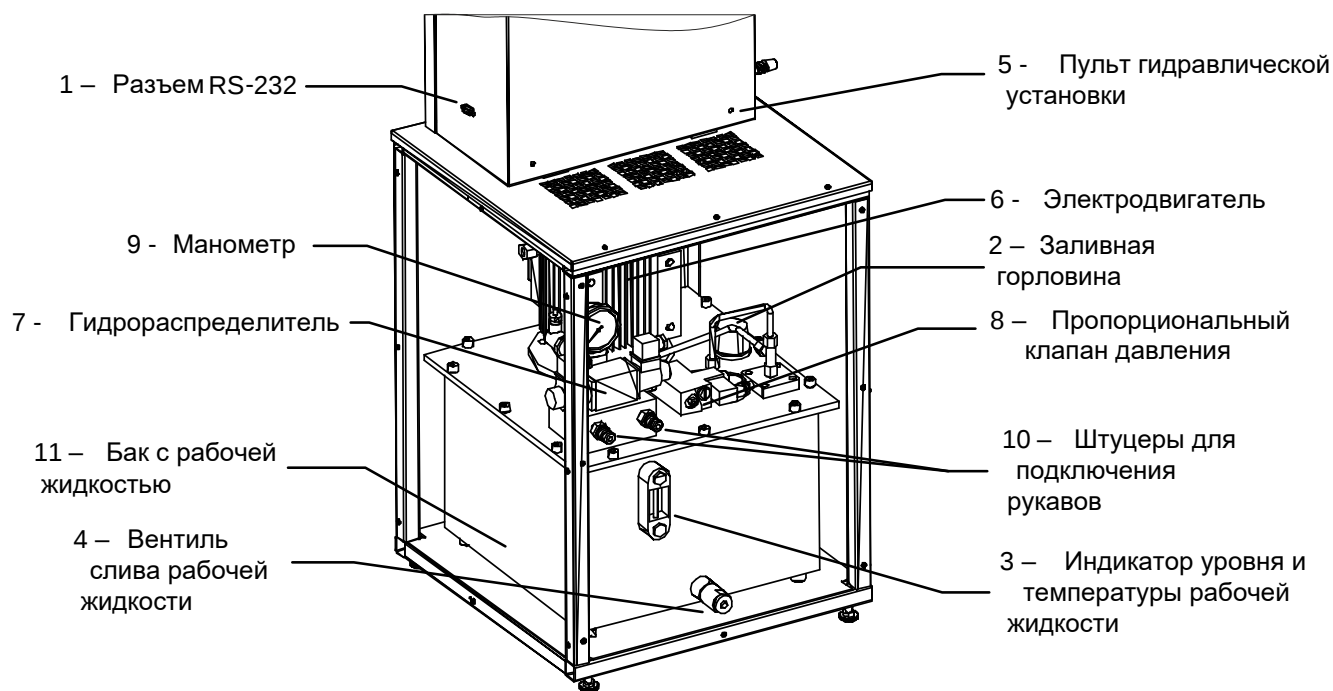

Рисунок 2 – Гидравлическая установка
2.1.15 Залить приблизительно 10 л рабочей жидкости в бак гидравлической установки (см. рисунок 2, страница 6) через горловину.